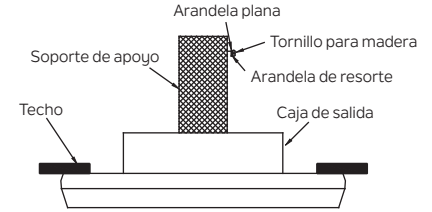

Figura 11
Paso 1. Inserte un tornillo para madera y arandelas en el costado de la abrazadera que sostiene la caja de salida en el techo. Deje 3 mm (1/8") de espacio entre el soporte de apoyo y la arandela. (Figura 11)